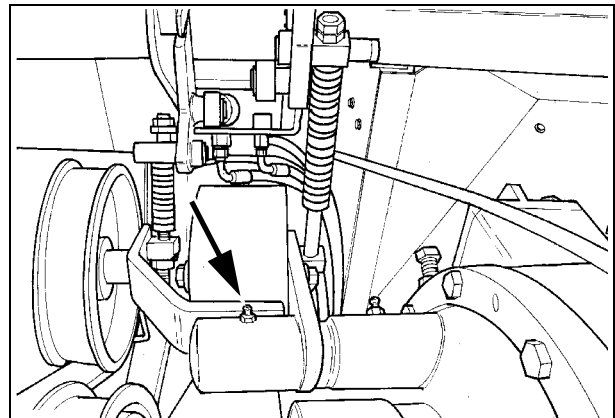

Рис. 16
**11.) Натяжитель ремня разгрузочного шнека - Рис. 16**